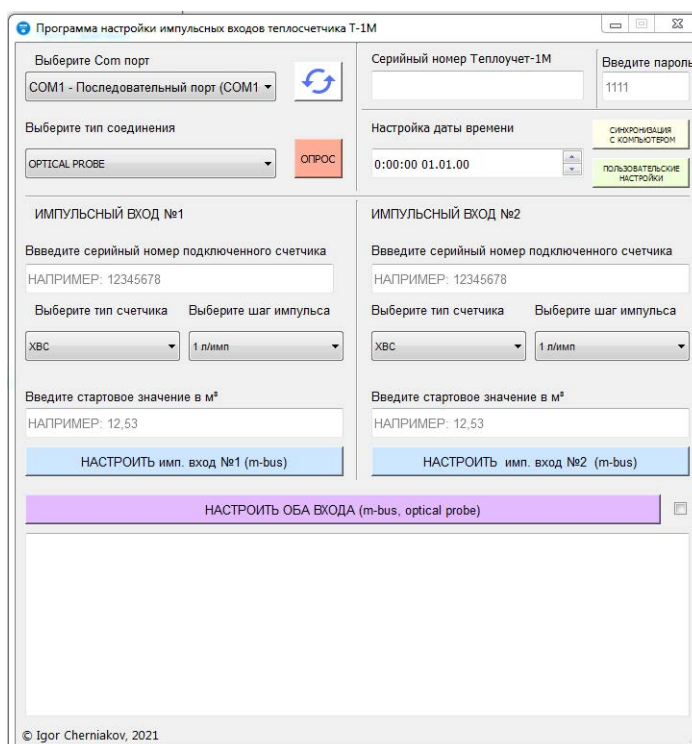

Рисунок 8. Основное окно программы
6.3.1. После подключения к счетчику тепла в основном окне программы (рисунок 8), необходимо нажать кнопку «Опрос». В текстовой ячейке «Серийный номер» отобразится номер опрашиваемого прибора, а в ячейке «Время» отобразится время, установленное в приборе.